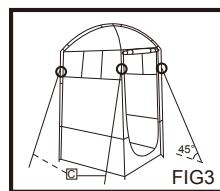

FIG3
5. Fissare la tenda spingendo i picchetti <D> negli anelli sul terreno. (FIG3)